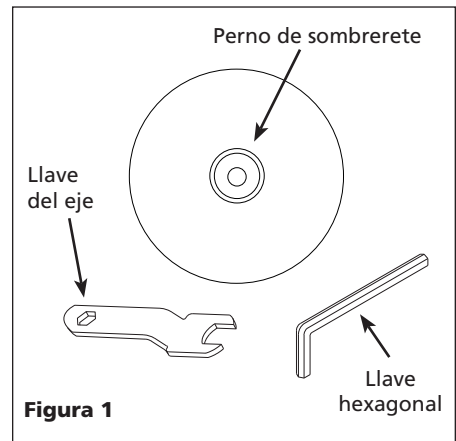

Figura 1
1. Saque el tornillo que sostiene el disco. Saque el disco (Vea Figura 1). Con algunos modelos se incluye la llave del eje.